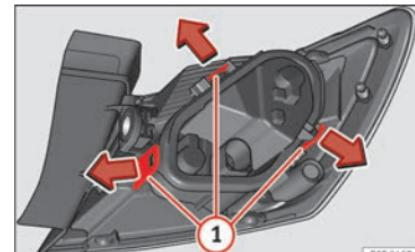

Fig. 113 Lingue di fissaggio nella parte posteriore del fanale di coda.
- Smontare il portalampada »» **fig. 113** sbloccando le linguette di fissaggio ①.